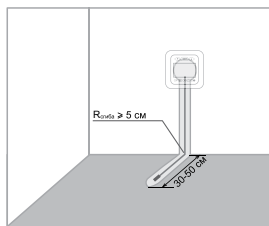

Рис.2
- Сделайте штробу (ширина - 2 см, глубина 2 см) для последующего размещения гофрированной трубки с датчиком температуры и монтажных (холодных) проводов нагревательного мата. Штроба должна проходить в стене от места расположения термостата к полу и продолжаться в поверхности пола на 30-50 см к центру зоны нагревательного мата. Участки штробы в стене и в полу должны быть перпендикулярны друг другу (см. Рис.2). Изгиб гофрированной трубки с датчиком температуры допускается только в месте перехода со стены на пол. Соблюдение этих условий обеспечит свободное движение датчика температуры внутри трубки и позволит предусмотреть возможность его замены в случае необходимости (выход из строя, установка другого термостата и т.п.).